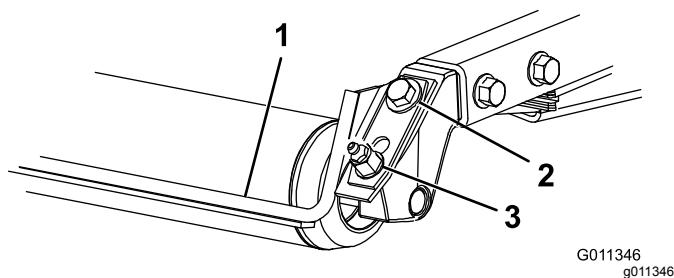

Figure 7
1. Desserrez le graisseur et la vis de fixation (Figure 7).